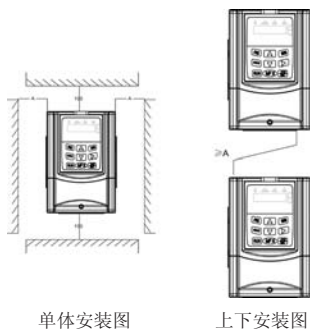

图 3-1 PD2000B 变频器安装示意图
- 请垂直安装变频器，便于热量向上散发。但不能倒置。若柜内有较多变频器时，最好是并排安装。在需要上下安装的情况，请参考图 3-1 的示意，安装隔热导流板。
- 安装空间遵照图 3-1 所示，保证变频器的散热空间。但布置时请考虑柜内其它器件的散热情况。